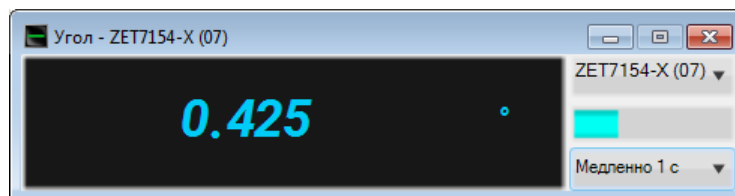

Рис. 5.1 Программа «Вольтметр постоянного тока»
- Программа «Вольтметр постоянного тока» - предназначена для измерения параметров постоянных сигналов (Рис. 5.1). Измеряемые параметры - величина сигнала и её среднеквадратическое отклонение (СКО).